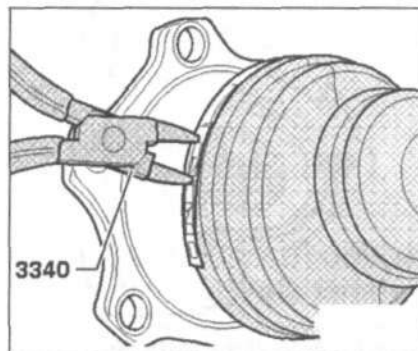

Рис. 9.25. Снимите хомут и переместите в сторону пыльник.
1. Снимите хомут и переместите в сторону пыльник (рис. 9.25).
23. Установите большой хомут с помощью щипцов (рис. 9.25).